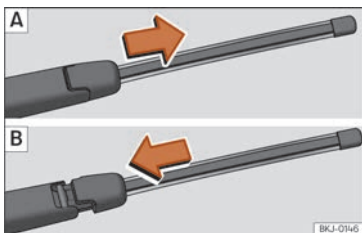

Abb. 43 Heckwischerblatt abnehmen und einsetzen.
- Schieben Sie den Wischerblattadapter in Pfeilrichtung und ziehen Sie das Wischerblatt ab »» Abb. 43 A.
- Neues Scheibenwischerblatt **gleicher Länge und Ausführung** wie in »» Abb. 43 B gezeigt aufstecken und den Adapter schieben, bis er einrastet.